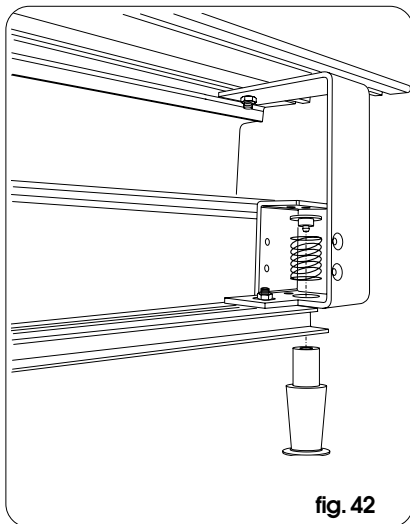
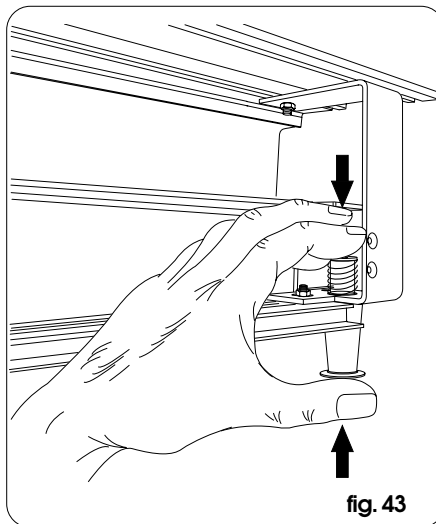

fig. 42
fig. 43
- Monteer de ontgrendelknop ter hoogte van de zijbeugel tegenover de kant van de sluitrand, zoals op fig. 42 en fig. 43.